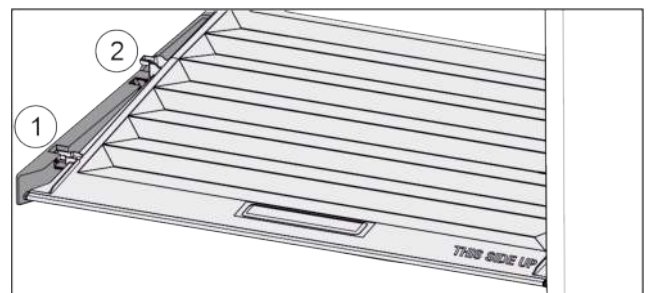

Fig. 117
- Deckel bis zur Öffnung in den Halteteilen nach vorne ziehen Fig. 117 (1).
- Hinten von unten anheben und nach oben wegnehmen Fig. 117 (2).